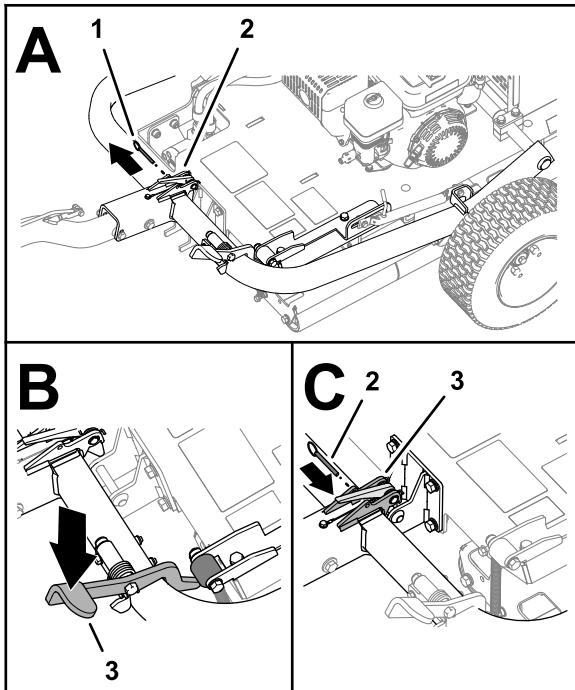

図 8
- ヒッチにロックピンが入っている場合はこのピンを外す **図 8**。
7. ヒッチペダルを踏んで、ヒッチをロックする図 8。
8. ラッチの穴にロックピンを入れる図 8。